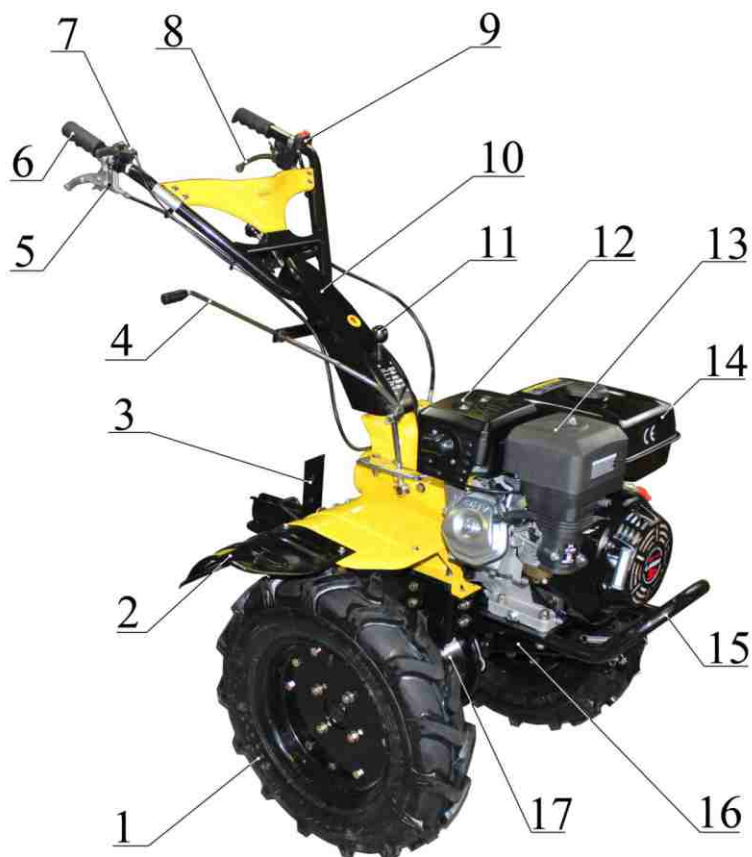

Рис.1
- выжмите рычаг реверса, расположенный на правой рукоятке руля (рис.1), и удерживайте его.